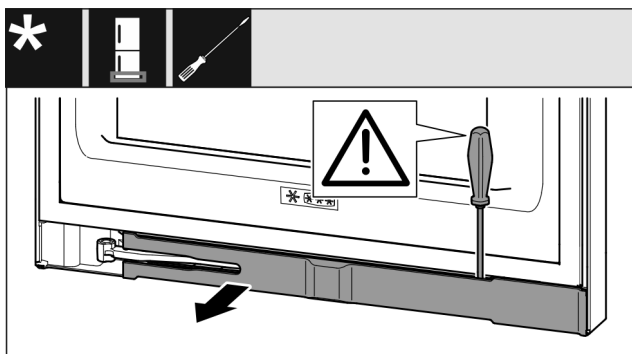

Fig. 16
- Plochým šroubovákem vyjměte záslepku a otočte ji ke straně. (viz Fig. 16)